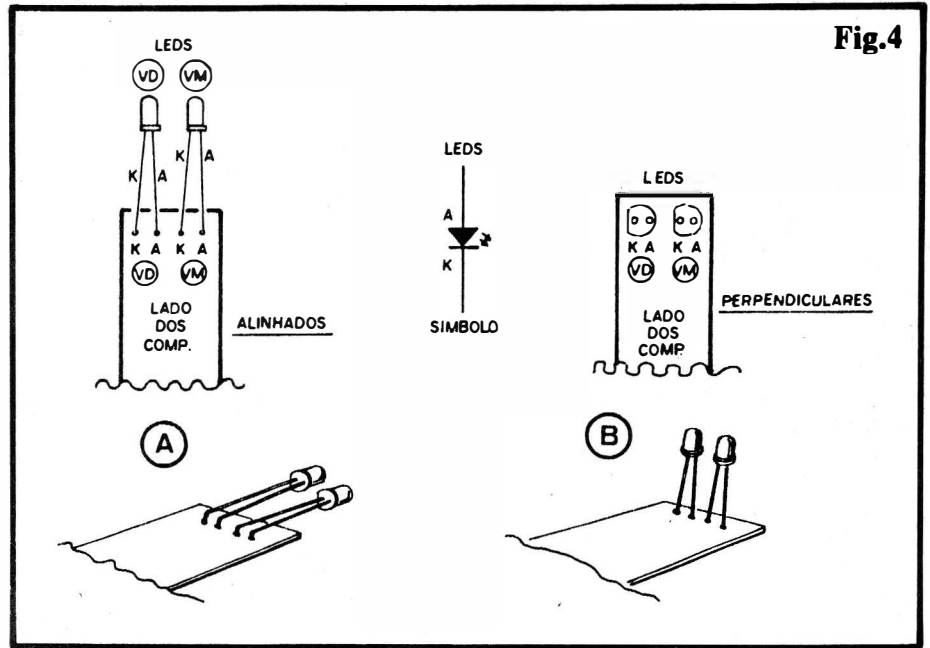

Fig.4
- FIG. 4 - DETALHAMENTOS QUANTO AOS LEDs - No centro da figura vemos o símbolo esquemático adotado para representar os LEDs, juntamente com a marcação dos seus terminais de **anodo/catodo** (A-K)... Quanto à sua acomodação e soldagem à plaquinha, dependendo da solução final desejada pelo montador (tipo, tamanho do **container**, etc.), uma das duas disposições gerais, A ou B, deverá ser adotada... No caso "A" os LEDs ficariam alinhados longitudinalmente com a própria plaquinha e, no caso "B" (adotado pelas sugestões do presente artigo...) os ditos cujos ficam perpendiculares à placa, mantendo "pernas" não muito curtas, para facilitar às suas "cabeças" um bom posicionamento nos furos a elas destinados, no painel principal da caixinha indicada (detalhes mais adiante...). Em qualquer caso, observar as **cores** codificadas para os LEDs, e lembrar que o